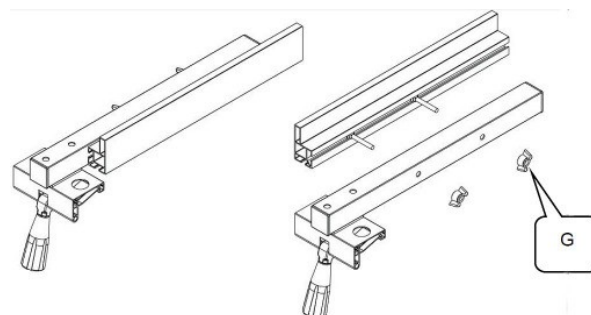

Fig. 65: Afstellen van de lengteaanslag
- Draai de twee schroeven los (G, Afbeelding 65).